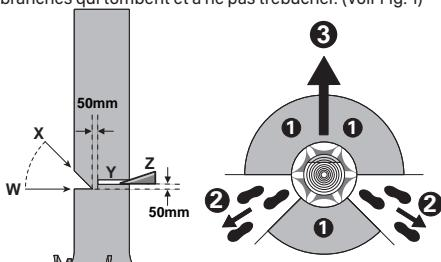

Figure 1
Prévoir et dégager un chemin d'évacuation autant que nécessaire avant de commencer les coupes. Le chemin d'évacuation doit s'étendre à l'arrière et diagonalement derrière la ligne de chute prévue comme illustré à la Figure 1. Avant de commencer l'abattage, prendre en considération l'inclinaison naturelle de l'arbre, la position des plus grandes branches et le sens du vent pour évaluer la façon dont l'arbre tombera.
Pratiquez une entaille égale à 1/3 du diamètre de l'arbre, perpendiculaire à la direction de chute comme illustré à la Figure 1. D'abord effectuer l'entaille inférieure horizontale (W). Cela évite que la chaîne ou la barre de guidage ne se coince pendant l'exécution de la deuxième entaille (X).
Pratiquez une coupe d'abattage (Y) d'au moins 50 mm plus grande que l'entaille horizontale comme illustré à la Figure 1. Effectuer la coupe parallèlement à l'entaille horizontale. Scier de façon qu'il reste un dos (latte de coupe) qui sert de charnière. Cette charnière évite que l'arbre ne tourne et tombe dans la mauvaise direction. Ne pas scier complètement le dos.
Lorsque l'arbre commence à tomber, sortir la tronçonneuse de la coupe, l'arrêter, la poser par terre et quitter la zone de danger par la voie d'issue prévue (②). Faire attention aux branches qui tombent et à ne pas trébucher. (Voir Fig. 1)